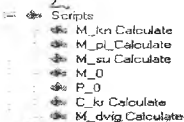

Рис. 9. Скрипты дескриптивной онтологии
- Таким образом, в дереве концептов дескриптивной онтологии предметной области “Выбор двигателя для проектируемого самолета” можно видеть следующие скрипты (рис. 9).